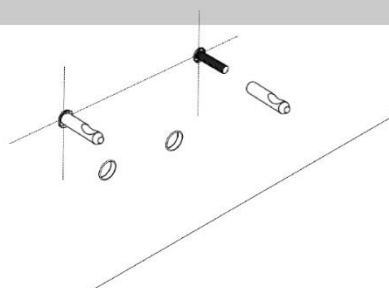

рис. 5
4. Закрепите гайку на винте, отрегулируйте направление и длину выреза в подходящее положение (рис.5);